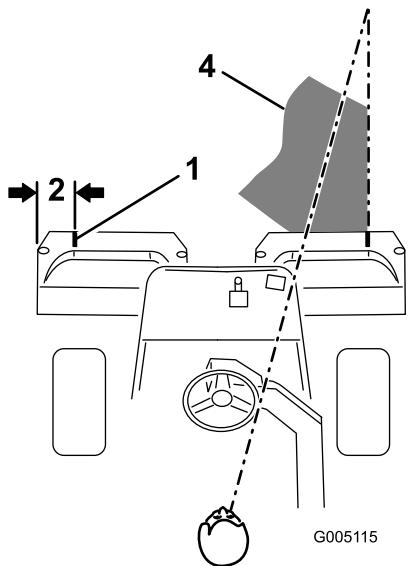

Figura 10
2. Coloque un trozo de cinta blanca o pinte una raya en cada recogedor, paralelo al borde exterior de cada uno (Figura 10).